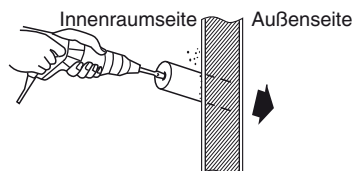

Abb. 3-16
(8) Wenn die Leitungen und Kabel zur Rückseite des Geräts verlegt werden sollen, müssen die entsprechenden Löcher in der Wand hergestellt werden. (Abb. 3-16)